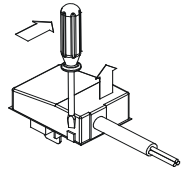

Abb. 10
- die Klemmleiste öffnen **Abb. 10**;